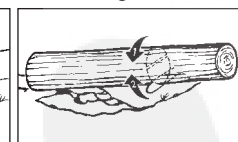

Fig. 13C
3. Le tronc est maintenu aux deux extrémités : Tout d'abord, faites un découpage supérieur à 1/3 du diamètre afin d'éviter la projection des échardes. Ensuite, faites un découpage inférieur pour retrouver la première coupe et éviter le coincement (Fig. 13C).